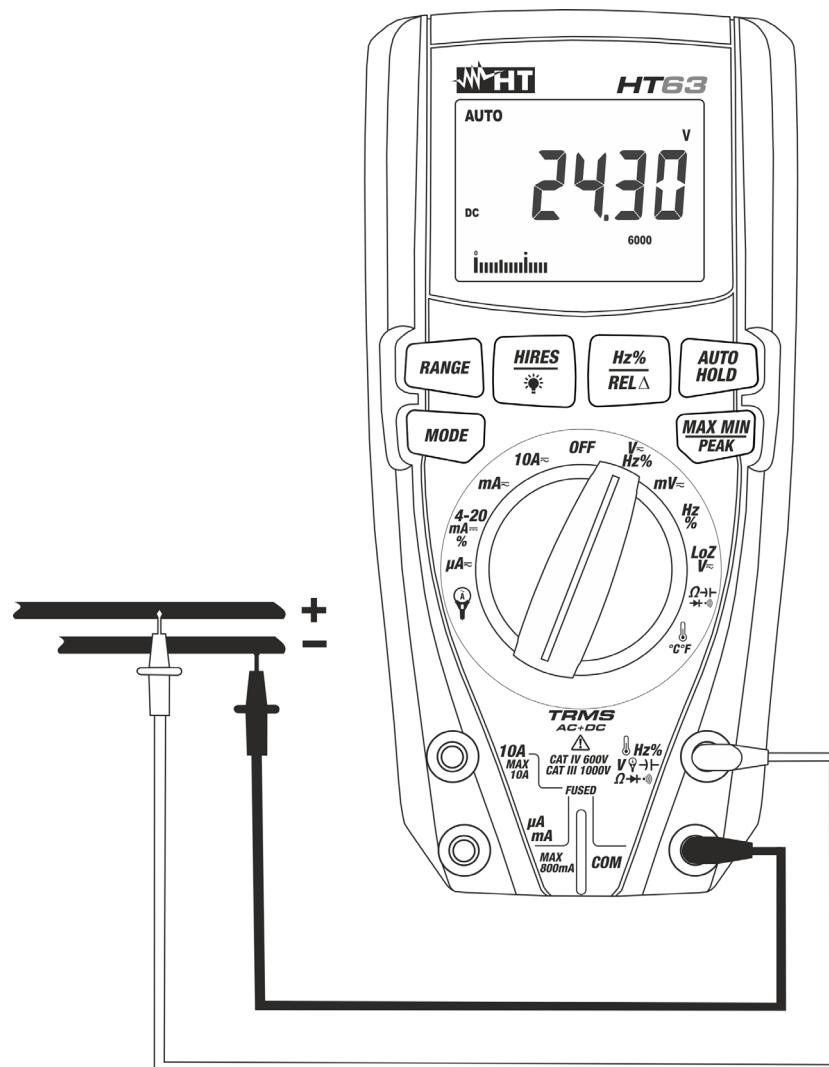

Fig. 2: Uso do instrumento para a medição de Tensões CC
3. Colocar a ponteira vermelha e a ponteira preta respetivamente nos pontos com potencial positivo e negativo do circuito em exame (ver Fig. 2). O valor da tensão é apresentado no display
5. A visualização do símbolo "-" no display do instrumento indica que a tensão tem sentido oposto em relação à conexão da Fig. 2.
4. Colocar a ponteira vermelha e a ponteira preta respetivamente nos pontos do circuito em exame (ver Fig.4) para a medição de tensões CA ou nos pontos com potencial positivo e negativo do circuito em exame (ver Fig.2) para a medição de tensões CC. O valor da tensão é apresentado no display.
6. A visualização do símbolo “-” no display do instrumento indica que a tensão tem sentido oposto em relação à conexão da Fig.2.